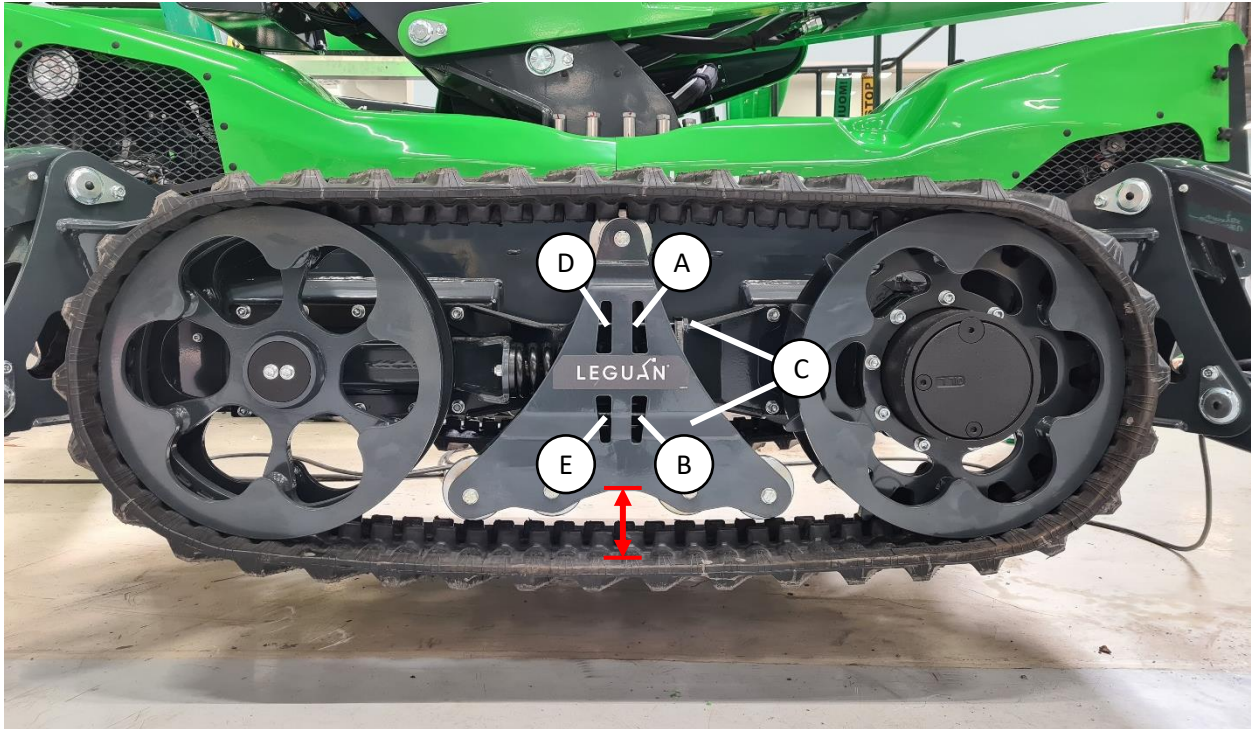

Abbildung 16. Einstellung der Kettenspannung
Heben Sie die Zugangsplattform mithilfe der Stützen vom Boden ab. Die Ketten sollten mindestens 5 cm vom Boden entfernt sein. Die Spannung ist richtig, wenn der Abstand zwischen der Kette und dem Kettenrahmen von Ende zu Ende (in Abbildung 16 mit roten Strichen markiert) gleich ist. Der richtige Abstand beträgt 85-90 mm.
Die Kette wird mit einer vorgespannten Feder gespannt. Um die Kette zu spannen, lösen Sie die in Abbildung 16 mit (A) und (B) gekennzeichneten Muttern. Ziehen Sie dann die Muttern D und E an und halten Sie die Bolzen C fest (oder umgekehrt). Dadurch werden die Bolzen (Abbildung 16, (C)) und die Einstellplatte in Richtung Kettenmitte gezogen und das vordere Kettenrad nach vorne bewegt. Ziehen Sie die Muttern gerade so weit an, dass sich die Kette im Verhältnis zum Kettenrahmen gerade ausrichtet und dass der Abstand 85-90 mm beträgt. Ziehen Sie beide Muttern gleichmäßig an. Ziehen Sie nach der Einstellung die Muttern A und B fest.